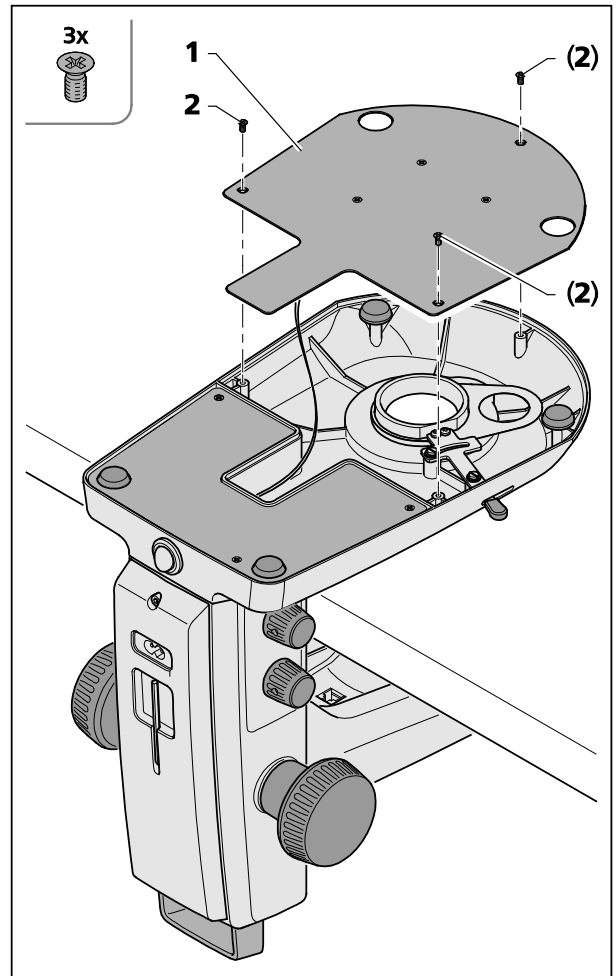

Fig. 22 Aprire la lastra di copertura dello stativo K EDU
Può rimuoversi la piastra di copertura dello stativo (Fig. 22/1) per la pulizia o per l'estrazione di corpi estranei caduti non intenzionalmente nello strumento.
- A questo scopo, svitare le tre vite con intaglio a croce (Fig. 22/2) e togliere con precauzione la piastra di copertura dello stativo (Fig. 22/1) e metterla da parte.
- Badare a che il cavo non sia separato dalla piastra di copertura dello stativo (Fig. 22/1).